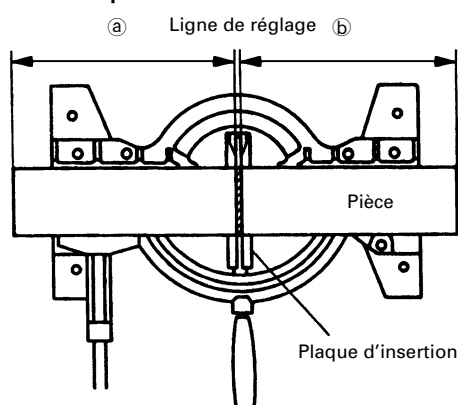

Fig. 15
- (1) Comme indiqué à la Fig. 15, la largeur de la lame est la largeur de coupe. En conséquence, glisser la pièce vers la droite (vue de la position de l'opérateur) pour obtenir la longueur ⑥, et sur la gauche pour obtenir la longueur ⑤.
- (2) Quand la lame a atteint sa vitesse maximale, abaisser doucement la poignée jusqu'à ce que la lame approche de la pièce.
- (3) Quand la lame touche la pièce, appuyer progressivement sur la poignée pour couper la pièce.
- (4) Quand la pièce est coupée à la longueur voulue, mettre l'outil électrique hors tension et attendre que la lame soit complètement arrêtée avant de relever la poignée en position complètement rentrée.